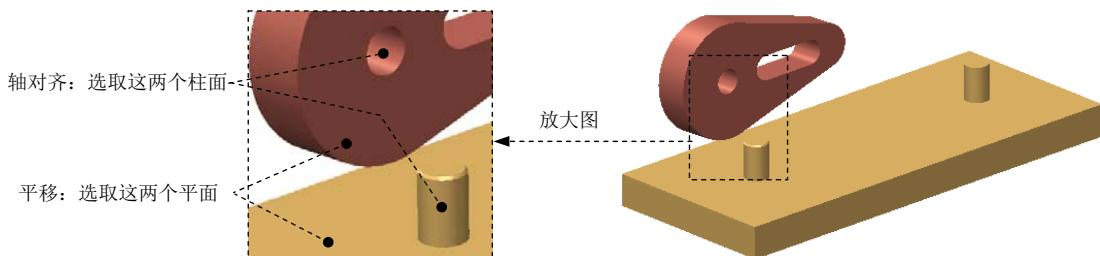

图 7.4.1 创建“销 (Pin)”连接
Step4. 引入第二个元件 slide_01.prt，并将其调整到图 7.4.1 所示的位置。
(1) 在“元件放置”操控板的机械连接约束列表中选择 销 选项。
(2) 定义“轴对齐”约束。单击操控板中的 **放置** 按钮，分别选取图 7.4.1 中的两个柱面为“轴对齐”约束参考，此时 **放置** 界面如图 7.4.2 所示。
(3) 定义“平移”约束。分别选取图 7.4.1 中的两个平面为“平移”约束的参考，此时